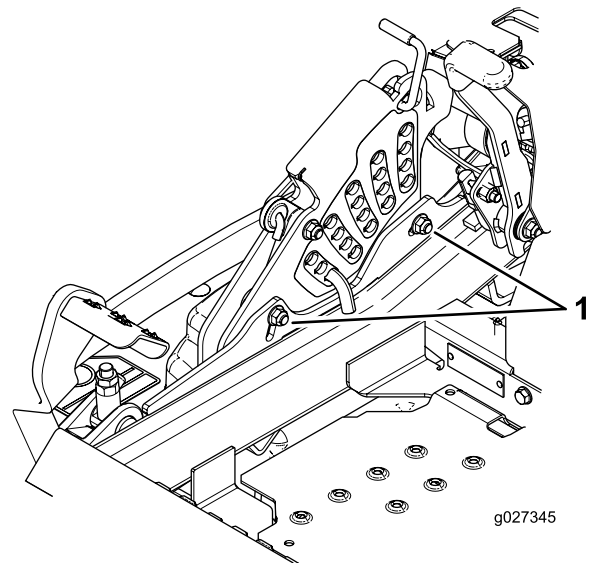

Figura 91
11. Para ajustar el sistema de ajuste de un solo punto, afloje los 2 pernos situados cerca del borde inferior de la pletina de altura de corte (Figura 91).
13. Apriete los 2 pernos en el borde inferior de la pletina de altura de corte (Figura 91).